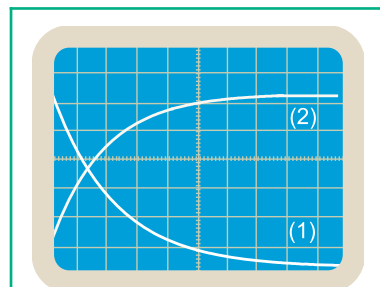

Fig.20 : Chronogrammes de U_c et de u_R
On obtient ainsi les oscillogrammes (1) et (2) de la figure 20.
Dans la figure 20, montrer que l'oscillogramme (1) représente la tension u_{DA} aux bornes du résistor et que l'oscillogramme (2) représente la tension u_{AB} aux bornes du condensateur.